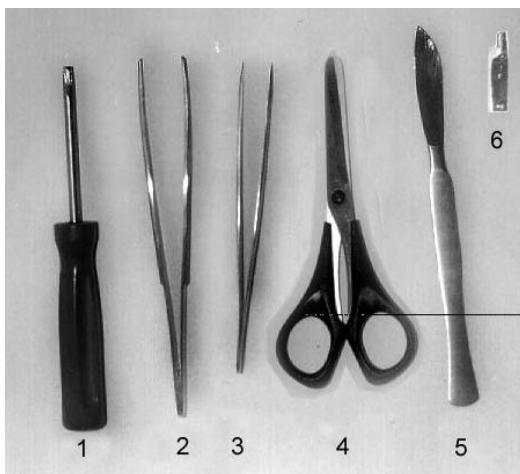

Fig. 20
7) Cantilever holders - two PCS (Fig. 20. 6).
- 11) Wide tweezers and narrow tweezers (Fig. 20. 2, 3).
- 12) Special scissors for cutting STM tips (Fig. 20. 4).
- 13) Screwdriver (Fig. 20. 1).
- 14) Scalpel (Fig. 20. 5).